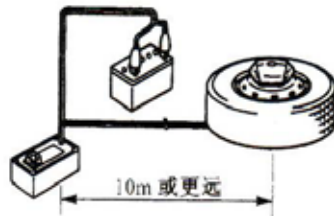

图 24 展开安全气囊
- b) 展开安全气囊时,应始终使用规定的专用维修工具安全气囊展开工具 SST,见图 24。应在无电气噪声干扰的地方进行。
- e) 将 SST 移走，使其离车辆的前部至少 10m，见图 24。